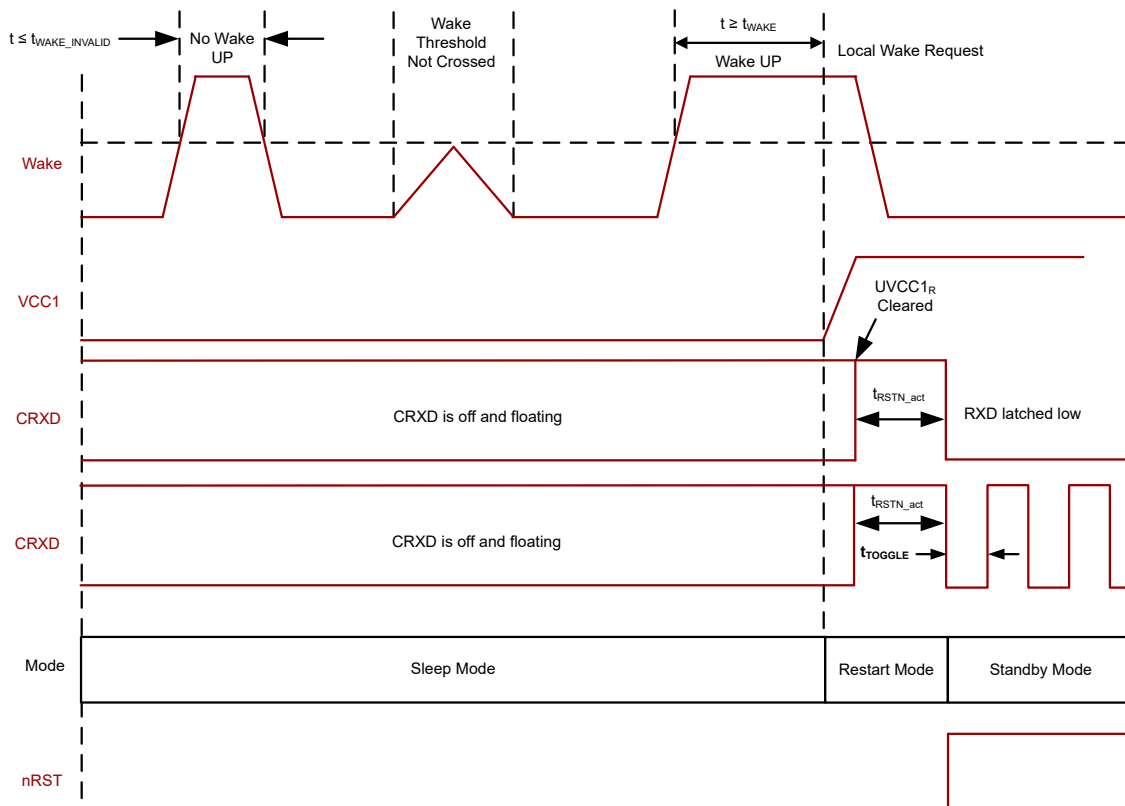
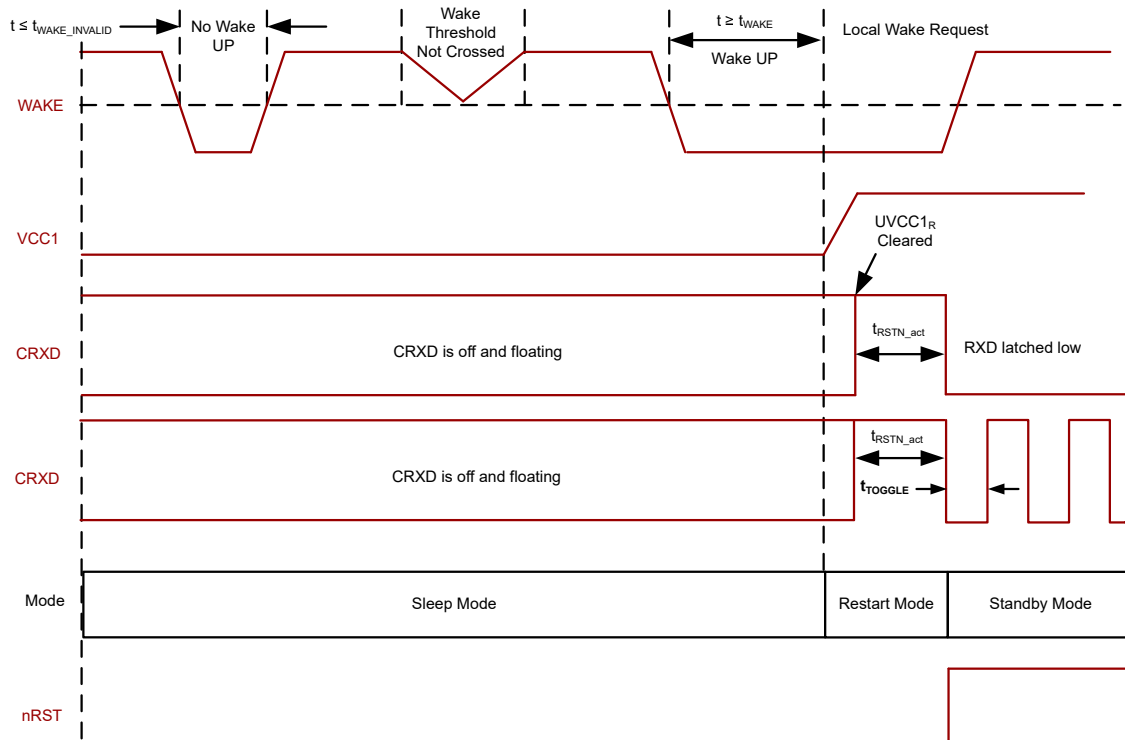

図 8-32. ローカルウェークアップ - 立ち上がりエッジ
図 8-33. ローカルウェイクアップ - 立ち下がりエッジ
WAKE_x ピンはデフォルトでは双方向入力ですが、WAKE_CONFIG レジスタ 8'h11[7:6] を使用することで、立ち上がりエッジと立ち下がりエッジの遷移に構成可能です。図 8-32 および 図 8-33 を参照してください。WAKE ピンはグラウンドに基づくウェーク入力であり、グラウンドまたは V_{SUP} に接続されたスイッチで使用できます。WAKE_x ピンの入力スレッシュホールドは VCC1 レベルを基準にでき、プロセッサに直接接続または VCC1 レールに切り替えることができます。この端子を使用しない場合は、望ましくない寄生ウェークアップを防止するため、端子をグラウンドに接続します。デバイスがスリープモードに移行すると、WAKE 入力の状態遷移を決定する前に、WAKE_x 端子の電圧レベルが t_{WAKE} の間 Low 状態または High 状態である必要があります。t_{WAKE_INVALID} より小さいパルス幅はフィルタ処理されます。
- 図 8-32 と 図 8-33 は、立ち上がりエッジまたは立ち下がりエッジによる WAKE 入力の例を示しています。VCC1 > UVCC1 の状態でスタンバイモードに入ると、RXD は Low にプルされます。